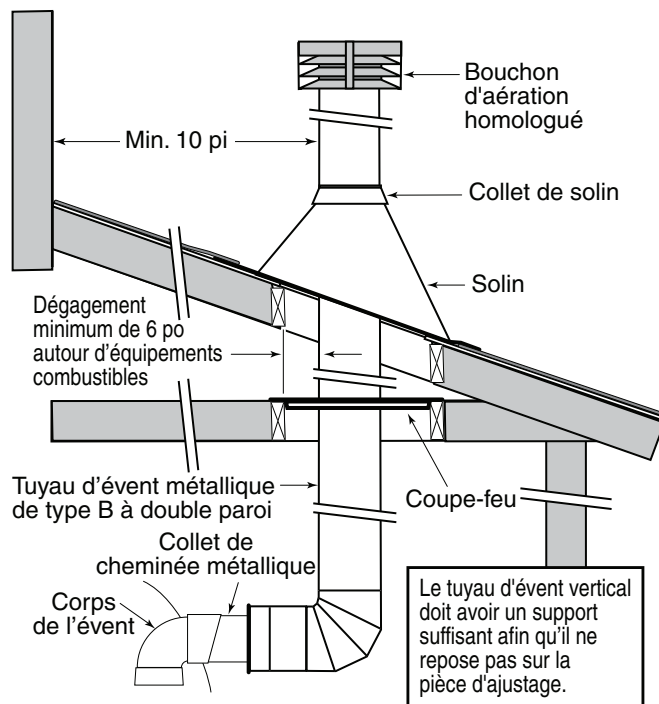

Figure 17. – L'installation de tuyau de conduit en métallique typique - É.-U.
- à au moins 3 po et à un maximum de 12 po à l'extérieur du mur (voir la figure 17), suivant les directives du fabricant